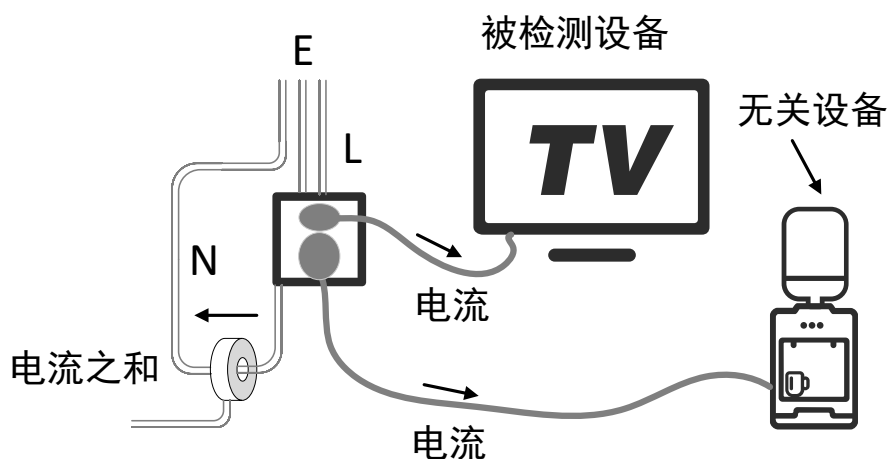

图 0-26 造成互感器检测错误
- b、检查互感器是否同时穿过零线和火线，若零线和火线同时穿过互感器，因电流之和为零，将没有检测值或显示 0.1~0.5W。请参考图 0-26 造成互感器检测错误。